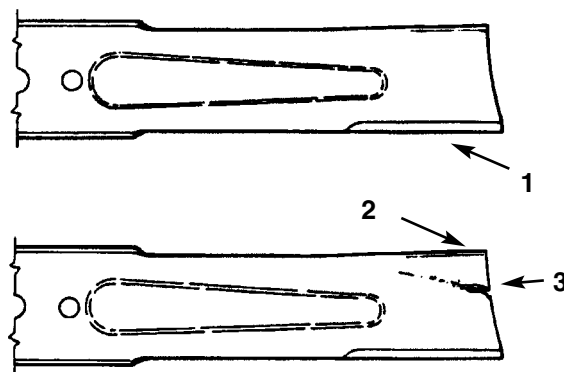

Fig. 34
2. Undersøk klippeeeggene (fig. 34). Hvis disse ikke er skarpe, eller de har hakk og sår, må kniven(e) tas av og kvesses, se Kvessing av kniven(e), side 37.
3. Undersøk kniven(e), særlig den buede delen (fig. 34). Hvis du kan se skade, slitasje eller at det holder på å danne seg et hakk her (fig. 34), må kniven byttes ut med en ny.